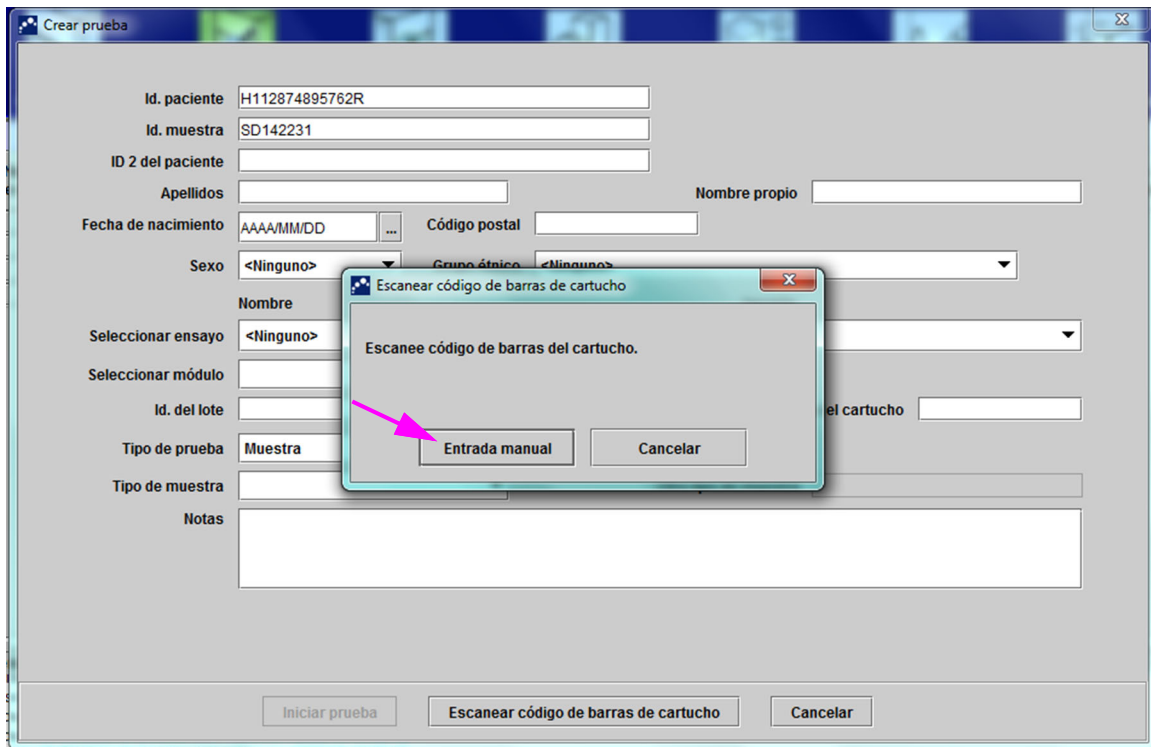

Figura 5-21. Cuadro de diálogo Escanear código de barras de cartucho
3. Escanee el código de barras del Id. de la muestra con el escáner de códigos de barras suministrado. Consulte el Apartado 5.5. Aparecerá el cuadro de diálogo Escanear código de barras de cartucho. Consulte la figura 5-21.